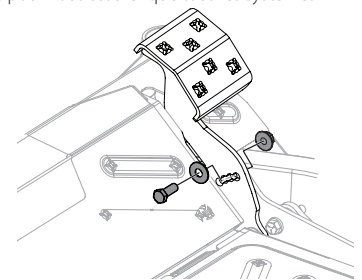

Figure 40
2. Retirez le boulon hexagonal, la rondelle et l'écrou hexagonal près du centre de la pédale. Voir Figure 40.
- Réinstallez le matériel précédemment retiré et serrez l'écrou à 28-35 lb-pi (28-35 N-m). Voir Figure 40.